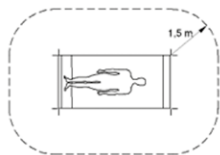

Fig. 2
- ⚠ Vervang de batterijen buiten de omgeving van de patiënt (ten minste op 1,5 meter van de patiënt of ondersteunend begeleider conform IEC 60601-1, zie fig. 2).